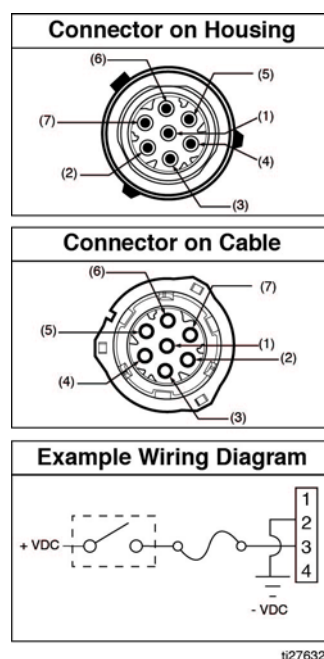

FIG. 4
- Vea el Diagrama de clavijas que se muestra en la FIG. 4 para ver la ubicación apropiada en el conector.
Clavija y color del cable relacionado (FIG. 4)